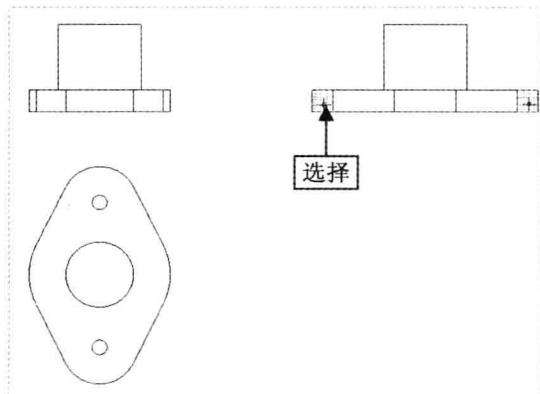

图 12-76 选择合适的区域
Step 03 在绘图区依次选择左方图形合适的区域，如图 12-76 所示。